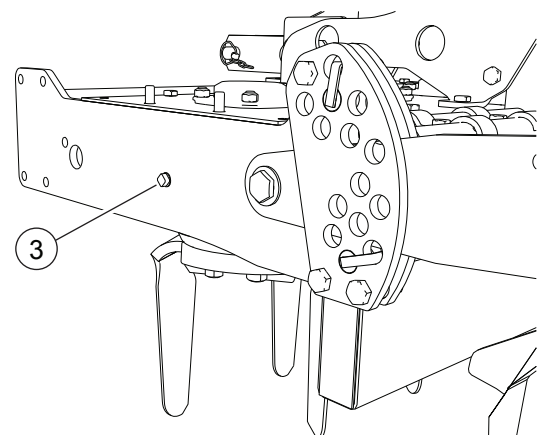

FIG. 29
- Einen Behälter unter den Deckel des Ölausgangs setzen (3, "Fig. 29").